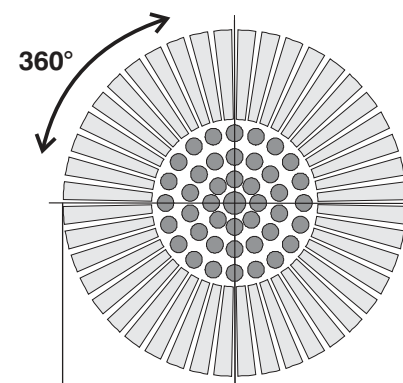

FIG. 8
- L'appareil a un angle de détection de 360° et détecte les mouvements dans un diamètre de 10 mètres à une hauteur de montage de 2,5 mètres ou dans un diamètre de 14 mètres à une hauteur de montage de 5 mètres (fig. 8).